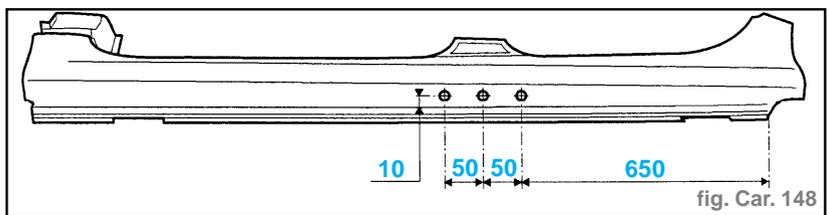

fig. Car. 148
- Souder par points bouchons au MIG (suivant les perçages) (fig. Car. 148).